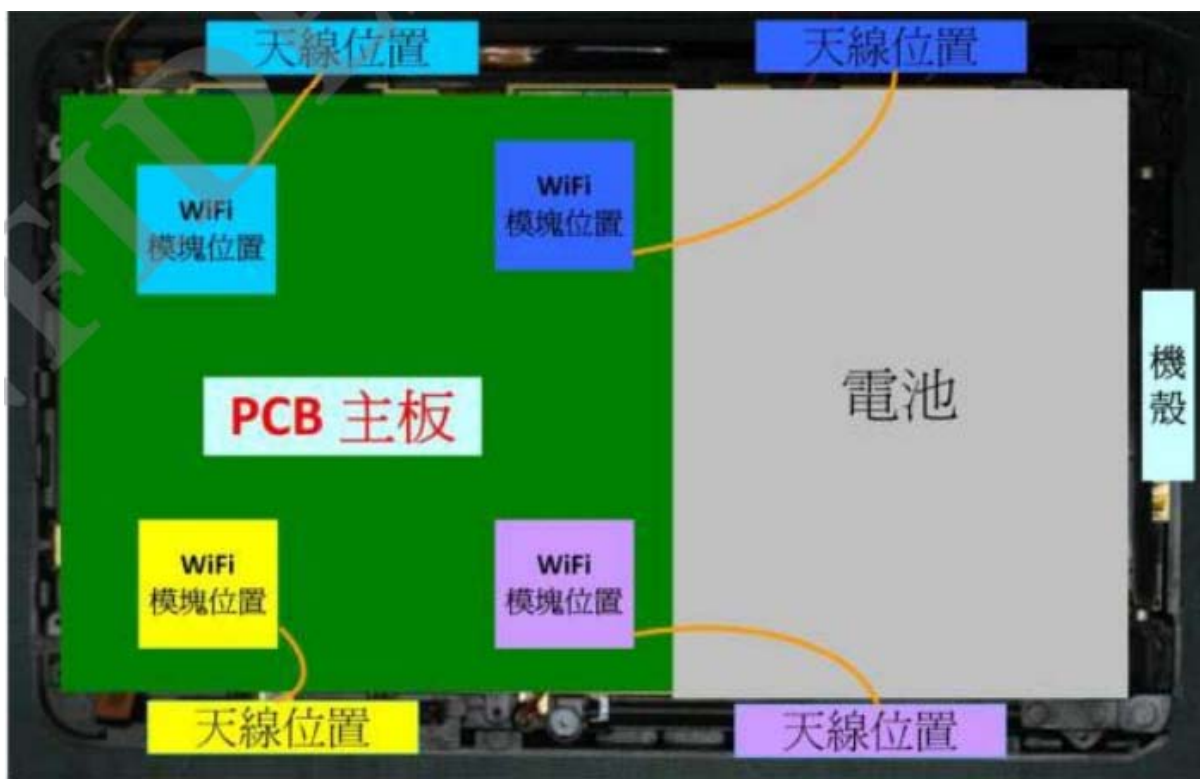

图23-16
- 建议模块及天线摆放位置可参考图23-16所示，不要放在人手握持部位，尽量远离金属器件。